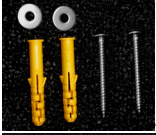

Abb. 1 - Befestigungsmaterialien
Schritt 1 • Bei Wandmontage der LED-Notleuchte das Installationsprofil wie in Abbildung 1 gezeigt anbringen.